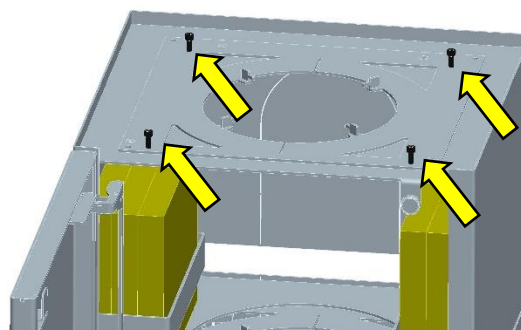

Fig. 10: Vis de support
5. Replacer le couvercle en acier, si nécessaire aligner la hauteur à l'aide des 4 vis de support (Fig. 10).